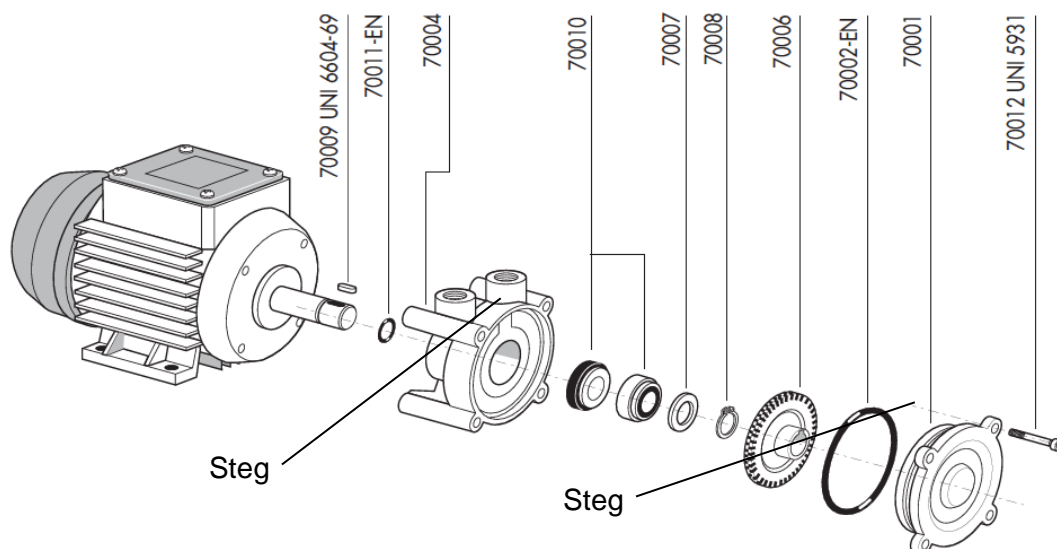

Abb. 7: Explosionszeichnung der Förderpumpe
Pumpe ausbauen, zerlegen und reinigen (siehe Abb. 7: ). Autorisierter „Servicetechniker“
- ⇒ Ist keine dieser Maßnahmen erfolgreich, erfolgt Instandsetzung durch Medizintechniker, ggf. durch Zerlegen der Pumpe, siehe Abb. 7: